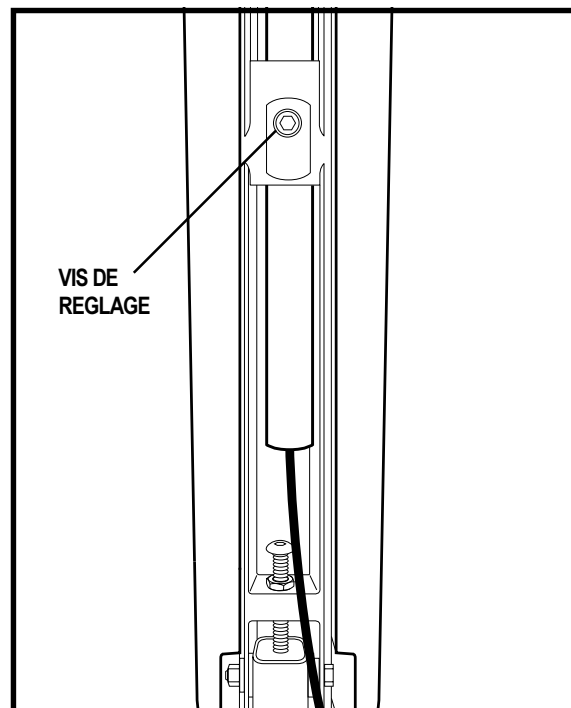

Figure 27. Rallonge du contrôleur
3. Utilisez une clé hexagonale pour desserrer la vis de réglage. Voir la figure 27.